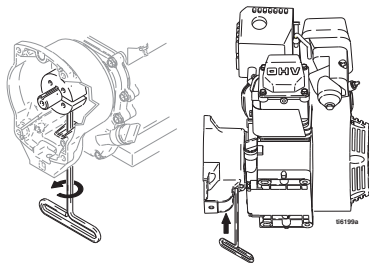

FIG. 9
3. FIG. 9. Velt motoren på siden slik at bensintanken vender ned og luftfilteret vender opp.